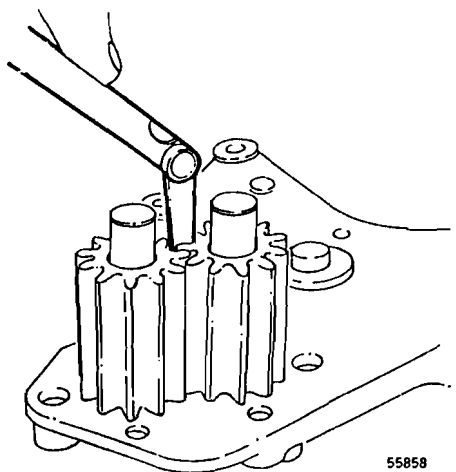

Fig. 211
- 14 Controlar con una galga el juego entre flancos de las ruedas, véase fig. 211.